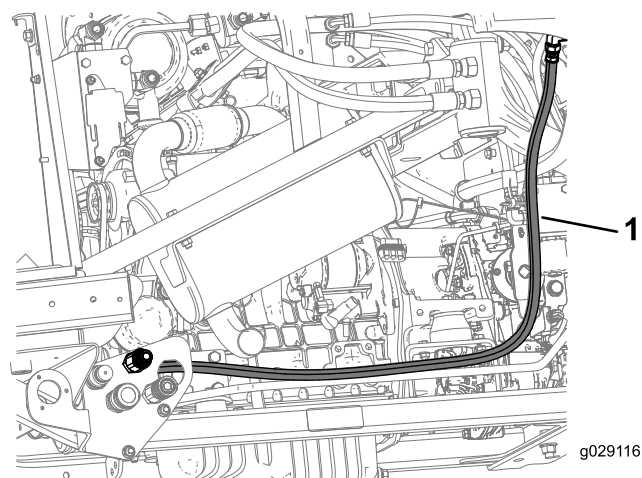

図 25
5. 90°フィッティング 3/8 x 3/8 インチ、オスからの油圧ホースAを、バルクヘッドアセンブリのクイックカップリングフィッティング 1/2 インチ・メス x 1/2 インチ・オスのバルクヘッドユニオン 2.57 インチに図 25のように取り付ける。